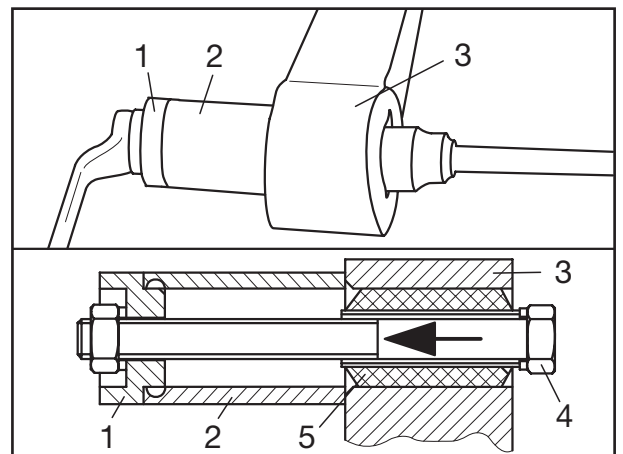

Fig. 38
- [3] Schraube (Fig. 38/4) des Montagewerkzeugs (BPW Nr. 14.825.11744) mit Scheibe in die Gummi-Stahl-Buchse einschieben. Rohr (Fig. 38/2) und Druckstück (Fig. 38/1) ansetzen, Mutter aufschrauben und Gummi-Stahl-Buchse (Fig. 38/5) herausziehen.
- [3] Insert bolt (Fig. 38/4) of the assembly tool (BPW No. 14.825.11744) with washer into the bonded rubber bush. Position tube (Fig. 38/2) and thrust piece (Fig. 38/1), screw on nut and withdraw bonded rubber bush (Fig. 38/5).
- [3] Insérer dans la douille métallo-caoutchoutée la vis (fig. 38/4) de l'outil de montage (ref. BPW 14.825.11744) avec sa rondelle. Mettre le tube (fig. 38/2) et la butée (fig. 38/1), visser l'écrou et sortir la douille métallo-caoutchoutée (fig. 38/5).